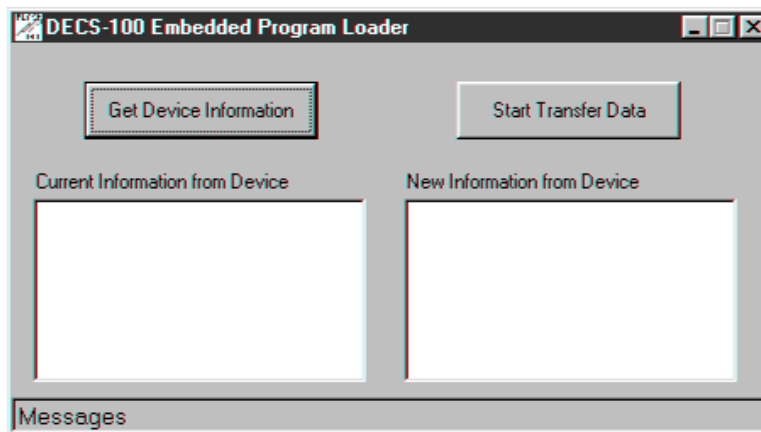

Figura 5-22. DECS-100 Embedded Program Loader (Strumento di caricamento del programma integrato per il sistema DECS-100)
3. Fare clic su **Yes** (Sì) per procedere al caricamento del software. Dopo aver fatto clic su **Yes** (Sì), compare la schermata *Communication Initiation* (Avvio comunicazione) (Figura 5-4). Selezionare la porta di comunicazione attiva per il PC e fare clic sul pulsante **Initialize** (Inizializza). Il software BESTCOMS ottiene le impostazioni di configurazione dal sistema DECS-100 e salva tutte le impostazioni. Al termine del salvataggio delle impostazioni, viene visualizzato il *DECS-100 Embedded Program Loader* (Strumento di caricamento del programma integrato per il sistema DECS-100) di Figura 5-22.